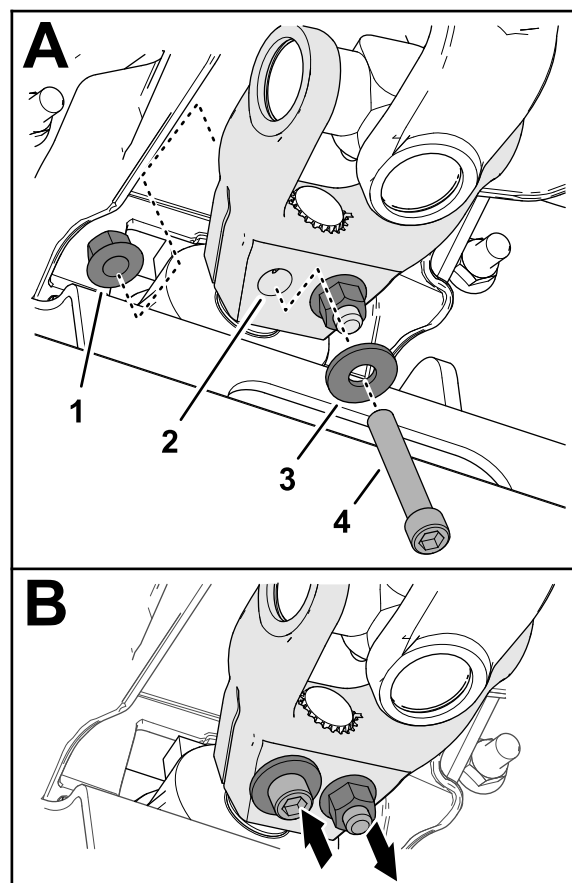

Figure 18
6. Insérez une vis à tête creuse ($\frac{3}{8}$ " x $2\frac{1}{4}$ ") dans une rondelle ($\frac{3}{8}$ ") et dans le trou de la chape de l'arbre d'entraînement (**Figure 18**), et fixez la vis en place avec un contre-écrou à embase ($\frac{3}{8}$ ").
7. Insérez une vis à tête creuse ($\frac{3}{8}$ " x $2\frac{1}{4}$ ") dans une rondelle ($\frac{3}{8}$ ") et dans le trou de la chape de l'arbre d'entraînement en passant par l'autre côté (Figure 18), et fixez la vis en place avec un contre-écrou à embase ($\frac{3}{8}$ ").